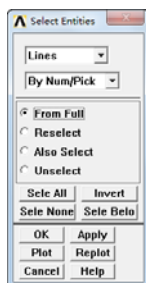

图 9-65 “Select Entities”对话框
①依次选择 Utility Menu→Select→Everything。
②依次选择 Utility Menu→Plot→Lines，重新绘制直线。
③依次选择 Utility Menu→Select→Entities，会弹出“Select Entities”对话框。在第一个下拉框中选择“Lines”，在第二个下拉框中选择“By Num/Pick”，在第三个单选框中选择“From Full”，如图 9-65 所示。单击“OK”按钮，会弹出“Select Lines”对话框，选择线段 L4，单击“OK”按钮关闭对话框。
⑫依次选择 Utility Menu→Select→Entities，会弹出“Select Entities”对话框。在第一个下拉框中选择“Lines”，在第二个下拉框中选择“By Num/Pick”，在第三个单选框中选择“From Full”，如图 9-65 所示，单击“OK”按钮，会弹出“Select Lines”对话框，选择线段 L1、L3，单击“OK”按钮关闭对话框。
⑮依次选择 Utility Menu→Select→Entities，会弹出“Select Entities”对话框。在第一个下拉框中选择“Lines”，在第二个下拉框中选择“By Num/Pick”，在第三个单选框中选择“From Full”，如图 9-65 所示，单击“OK”按钮，会弹出“Select Lines”对话框，选择线段 L2，单击“OK”按钮关闭对话框。